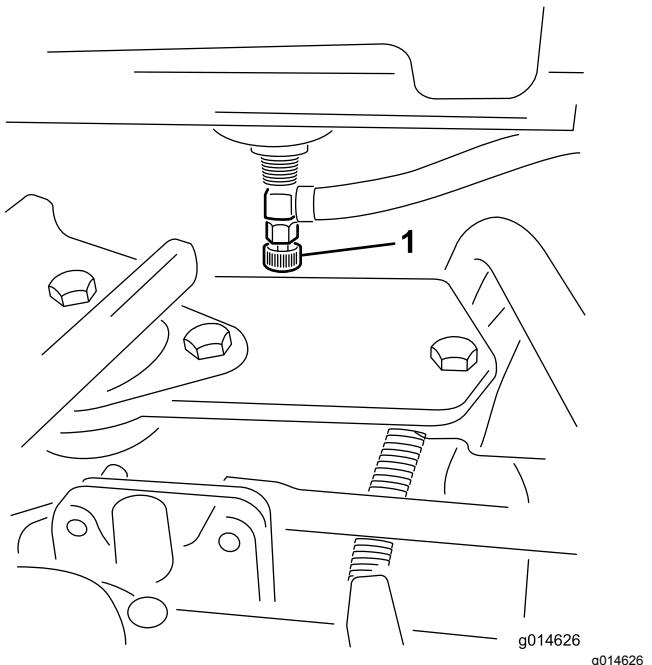

Figura 31
1. Chiudete la valvola di intercettazione del carburante (Figura 31) sotto il serbatoio del carburante.